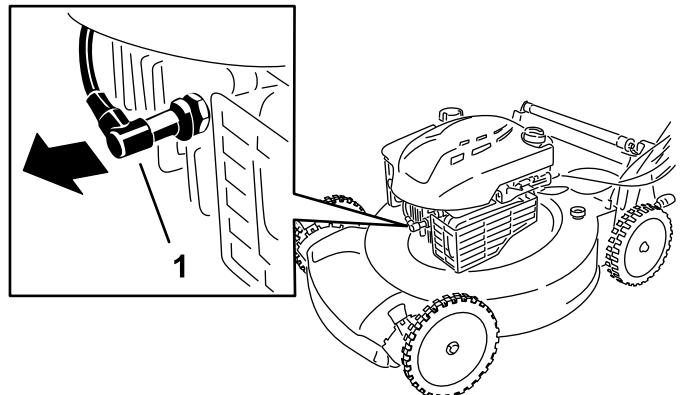

Figura 22
- Scollegate il cappellotto dalla candela (Figura 22).
2. Scollegate il cappellotto dalla candela (Figura 22).